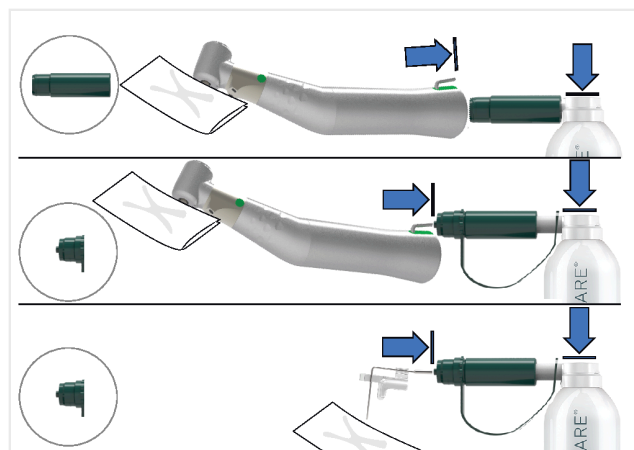

FIG. 5
2. Dopo aver selezionato l'ugello appropriato, eseguire la pulizia preliminare dello strumento utilizzando il prodotto Aquacare. Spruzzare l'interno e l'esterno del dispositivo e l'interno del tubo di irrigazione (FIG. 5).